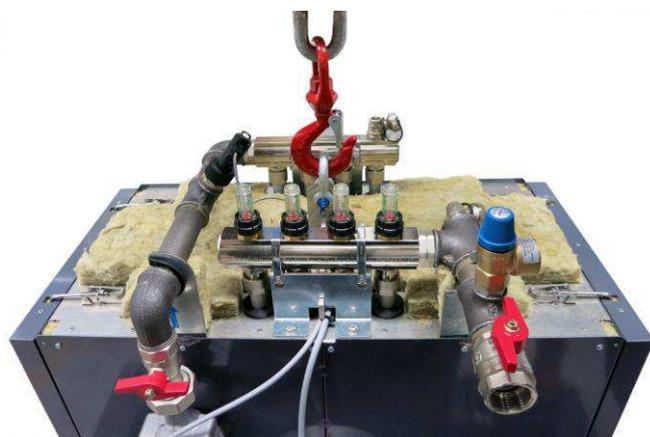

Abbildung 4: Hebeöse mit Schäkkel
Der auf der Holzpalette befestigte MX kann wie üblich mit einem Palettenhubwagen oder Stapler transportiert werden. Unter der oberen Abdeckung befindet sich eine Hebeöse, an der ein Schäkkel angebracht werden kann. An diesem Schäkkel kann der MX angehoben, abgeladen und transportiert werden (Abbildung 4).
- MX mit Hilfe des Schäkels anheben (Abbildung 4) und die Längenanpassung der Beine vornehmen.